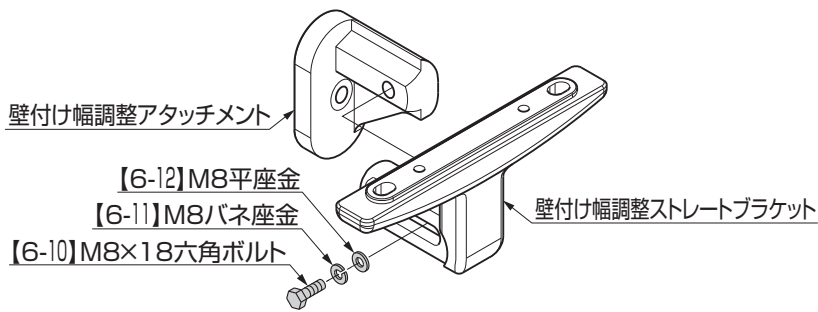
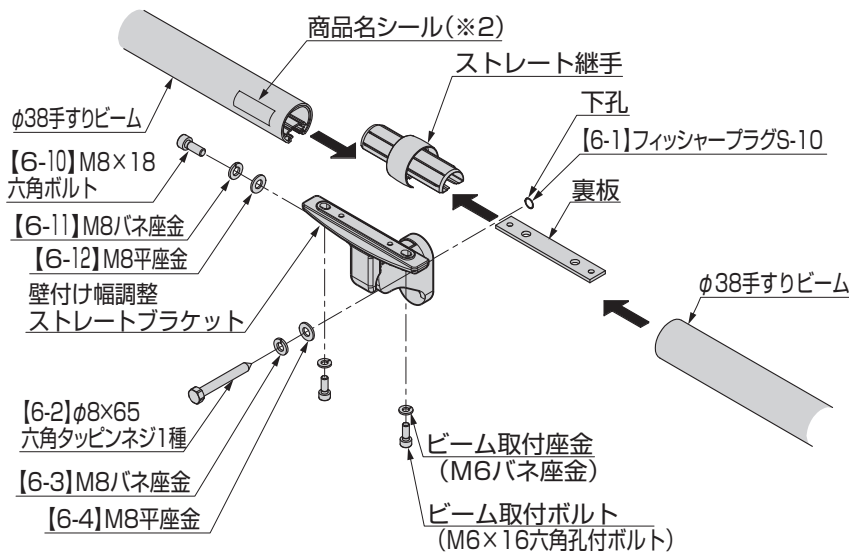

図1-2
図1-3
- ② 壁付け幅調整ストレートブラケットを壁付け幅調整アタッチメントに【6-12】、【6-11】、【6-10】で仮止めし、壁付け幅調整アタッチメントをフィッシャープラグに【6-2】、【6-3】、【6-4】で仮止めしてください。(図1-2、図1-3参照)
- ③ 壁付け幅調整ストレートブラケットから裏板を一旦外して、ストレート継手に挿入した後、再び仮止めしてください。(図1-3参照)
- φ38手すりビームの商品名シール (※2) を、通路側に向けて取付けてください。(図1-3参照)